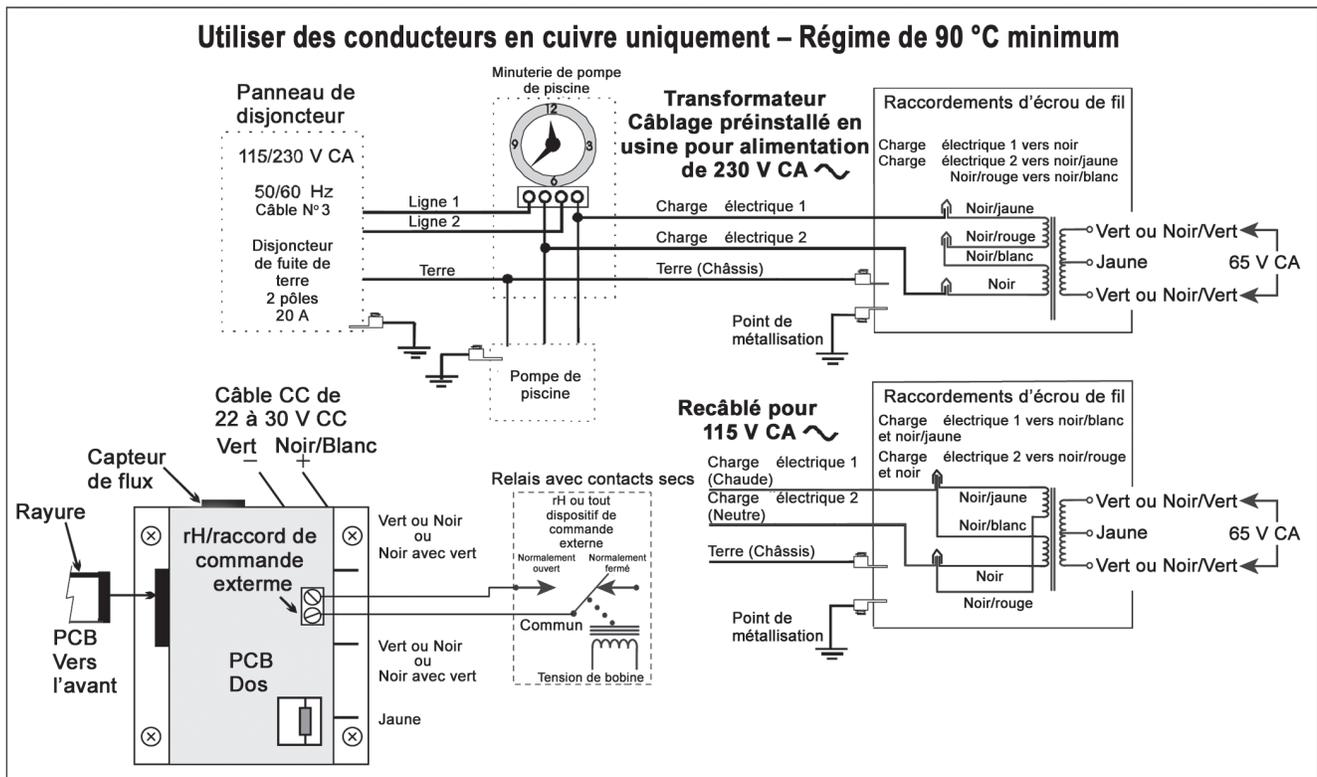

Figure 2. COM25
**Câblage préinstallé en usine pour alimentation de 230 V CA.** Si l'alimentation électrique est de 115 V CA, le câblage doit être changé pour une alimentation de 115 V CA tel qu'illustré dans le schéma de câblage ci-dessous. (Figure 2.)
4. Vérifiez la tension de source. (Tous les appareils ont été précâblés en usine pour une alimentation 230 V CA). **Pour utiliser une alimentation 115 V CA, le câblage préinstallé en usine du tableau de commande doit être remplacé. (Voir le schéma de câblage à la section 2.1, Figure 2.)**
5. Utilisez un conduit et un câble isolés n° 12/3. Raccordez le transformateur du tableau de commande à la source d'alimentation de la pompe de la piscine. Le tableau de commande doit être connecté à l'interrupteur de la pompe ou à la minuterie automatique (minuterie de la pompe) tel qu'illustré sur le schéma de la section 2.1, Figure 2. **La fonction flux du capteur de flux / de salinité est uniquement un dispositif de secours.** Raccordez le troisième fil (fil de terre) du panneau électrique au point de terre à l'intérieur du tableau de commande. **Le procédé de métallisation décrit dans la section 3.4 à la page 11 doit être effectué pour assurer la sécurité des personnes et de l'équipement.**
8. Insérez l'extrémité du raccord du câble du capteur de flux / de salinité dans le réducteur de tension du câble électrique CC situé au fond du tableau de commande. **Vérifiez que le raccord est propre et sec**, puis branchez le câble dans le raccord de la carte de circuits imprimés du tableau de commande tel qu'illustré à la section 2.1, Figure 2. **(Ne tendez pas excessivement le câble du capteur de flux/ de salinité, laissez du mou.)**
8. Branchez le câble à rubans à la carte de circuits imprimés au fond du tableau de commande. (Voir la Section 2.1, Figure 2).